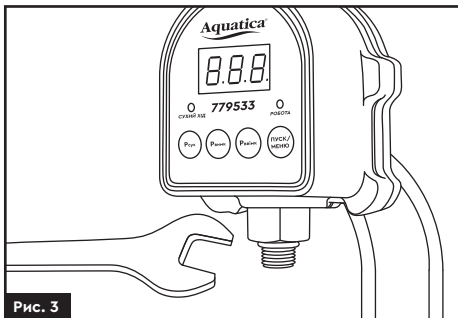

Рис. 3
- › Для запобігання пошкодження реле при монтажі, необхідно використовувати гайковий ключ (рис. 3). Не рекомендується закручувати реле, тримаючи його руками за корпус.